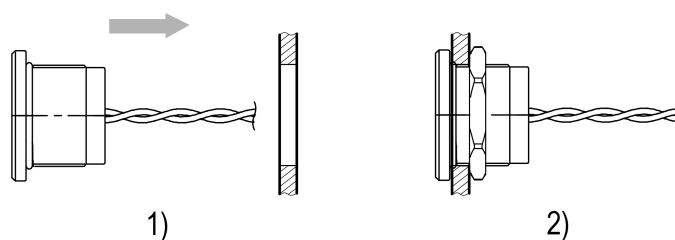

Рисунок 5.2 – Монтаж
4. Вставить изделие в монтажное отверстие щита (см. рисунок 5.2, 1).
5. Закрутить установочную гайку с достаточным, но не чрезмерным усилием (см. рисунок 5.2, 2).